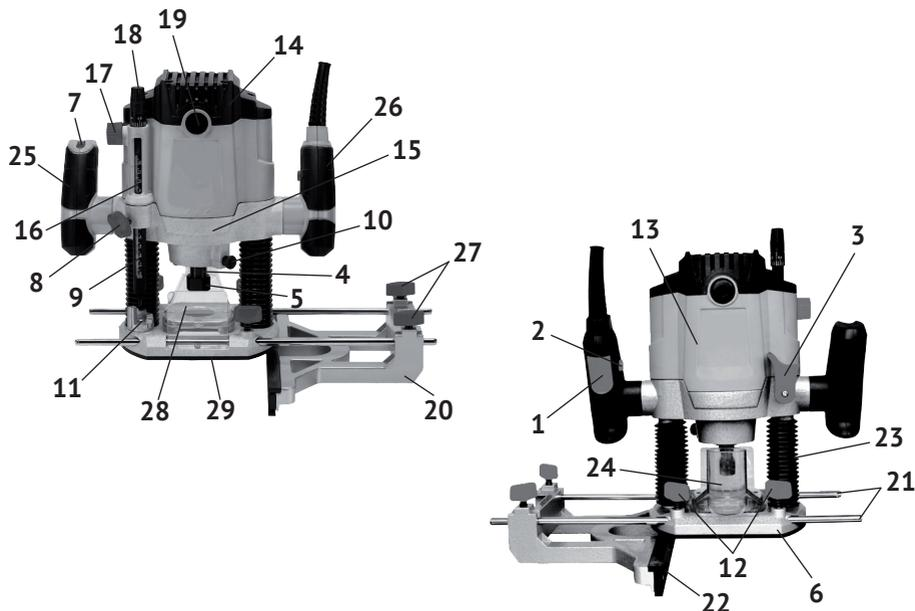
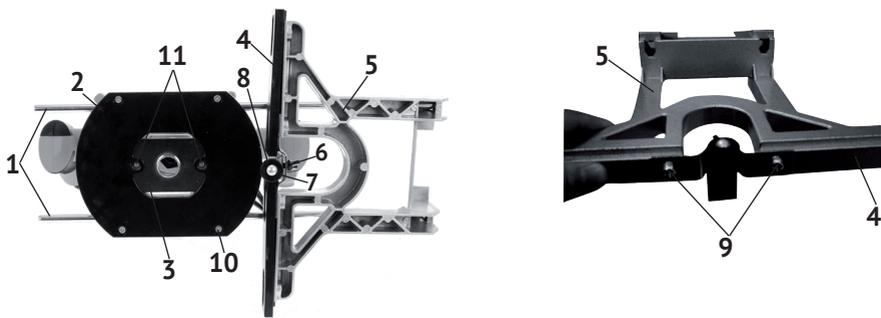

рис.1
рис.2
Общий вид фрезера схематично представлен на рис. 1
1.4.2 Расположенный вертикально двигатель фрезера с цанговым патроном (рис.1 поз.4) закрыт пластиковым корпусом (рис.1 поз.13), закреплённом на суппорте (рис.1 поз.15). Суппорт перемещается в вертикальной плоскости по двум направляющим стойкам (рис.1 поз.23), закреплённым на опорной плите (рис.1
поз.6). Вертикальный ход суппорта обеспечивает глубину фрезерования заготовок до 50 мм. Фиксация суппорта в нужном положении осуществляется рычагом (рис.1 поз.3). Контроль глубины обработки обеспечивают глубиномер (рис.1 поз.9) и упор ступенчатый (рис.1 поз.11) револьверного типа. Подача суппорта (вниз) для фрезерования осуществляется вручную, нажатием на рукоятки инструмента (после разблокировки рычага рис.1 поз.3). Обратный ход суппорта обеспечивают пружины, расположенные внутри направляющих трубок. Горизонтальное перемещение инструмента по поверхности заготовки обеспечивает скольжение пластиковой подошвы (рис.1 поз.29), крепящейся снизу к опорной плите.
На левой рукоятке фрезера (рис.1 поз.25) расположен диск регулятора оборотов двигателя (рис.1 поз.7). На нём нанесены символы: 1, 2, 3, 4, 5, 6, для установки скорости вращения шпинделя с фрезой. На правой рукоятке (рис.1 поз.26) находятся клавиша выключателя (рис.1 поз.1) и кнопка блокировки клавиши от случайного пуска (рис.1 поз.2).
Запуск двигателя осуществляется нажатием на клавишу выключателя, после нажатия и удержания кнопки блокировки (рис.1 поз.2). Отпущенная клавиша выключателя (и кнопка блокировки) возвращаются в исходное положение - выключено/заблокировано.
- параллельный упор (рис.1 поз.20), крепящийся осями (рис.1 поз.21) к опорной плите, позволяет обрабатывать изделие на определённом расстоянии от прямолинейного края заготовки (фрезерование пазов, канавок, сверление отверстий и т.п.);
- роликовая направляющая (рис.2 поз.7), закреплённая на параллельном упоре (рис.2 поз.5), позволяет фрезеровать на равном расстоянии от края заготовки любой конфигурации (прямолинейная, криволинейная, угловая);
- направляющая втулка (рис.2 поз.3), позволяет проводить фрезерование заготовки по выбранному шаблону (шаблоны в комплект поставки не входят).
Пластиковый патрубок пылеотвода (рис.1 поз.24) позволяет подключить пылесос для удаления стружки из зоны фрезерования.
На корпусе (рис.1 поз.13) стрелкой указано направление вращения фрезы.
- расфиксировать рычаг вертикального положения (рис.1 поз.3) для того, чтобы максимально увеличить рабочее расстояние между суппортом и опорной плитой (рис.3 поз.2);
- установить опорную плиту (рис.1 поз.6) фрезера на заготовку;
- ослабить винт фиксации (рис.1 поз.8) ограничителя глубины и рычаг фиксации (рис.1 поз.3) вертикального положения суппорта;
- зафиксировать рычагом (рис.1 поз.3) положение суппорта;
- установить регулятор точной настройки (рис.1 поз.18) в положение «0»;
- поворотом рукоятки (рис.1 поз.17), подвести стержень глубиномера (рис.1 поз.9) к ступенчатому упору (рис.1 поз.11) так, чтобы он касался нижней ступеньки (при необходимости повернуть револьверный упор);
- отметить (записать) значение на линейке глубиномера по верхнему/нижнему краю окна-указателя (рис.1 поз.16);
- ослабить винт (рис.1 поз.8) и поднять вверх стержень глубиномера вращением рукоятки (рис.1 поз.17), пока показания на его линейке не достигнут значения, при котором, разность между ним и предыдущим значением не будет равна нужной глубине обработки (например: первое значение – 15 мм, второе – 45 мм,  $45 - 15 = 30$  мм, 30 мм – нужная глубина фрезерования);
- зафиксировать винтом (рис.1 поз.8) ограничитель в выбранном положении;
- точную настройку производить регулировочным винтом (рис.1 поз.18).
- выставить ступенчатый (револьверный) упор (рис.1 поз.11) таким образом, чтобы стержень-ограничитель глубины располагался над его верхней (первой) ступенью упора;
Значение скорости вращения рабочей фрезы изменяется вращением диска регулятора оборотов двигателя (рис.1 поз.7) на левой рукоятке.
Для осуществления фрезерования на одинаковом расстоянии от прямолинейного края (кромки) обрабатываемой заготовки, на опорную плиту фрезера устанавливается параллельный упор (рис.1 поз.20).
- прикрутить к упору (рис.1 поз.20) двумя винтами (рис.1 поз.27)
направляющие оси (рис.1 поз.21);
- ослабив винты фиксации (рис.1 поз.12), вставить направляющие оси (рис.1 поз.21) в отверстия опорной плиты (рис.1 поз.6);
- выставив нужное расстояние от фрезы до линейки упора (рис.1 поз.22), зафиксировать оси винтами (рис.1 поз.12).
Для фрезерования с равным отступом от криволинейного края заготовки, к линейке параллельного упора крепится роликовая направляющая (см рис.2):
- выкрутив средние винты (рис.2 поз.9), прикрутить ими роликовую направляющую (рис.2 поз.7) к линейке параллельного упора (рис.2 поз.4);
- выставив нужное расстояние от фрезы до ролика (рис.2 поз.8), перемещением осей параллельного упора в отверстиях опорной плиты, зафиксировать оси винтами (рис.1 поз.12).